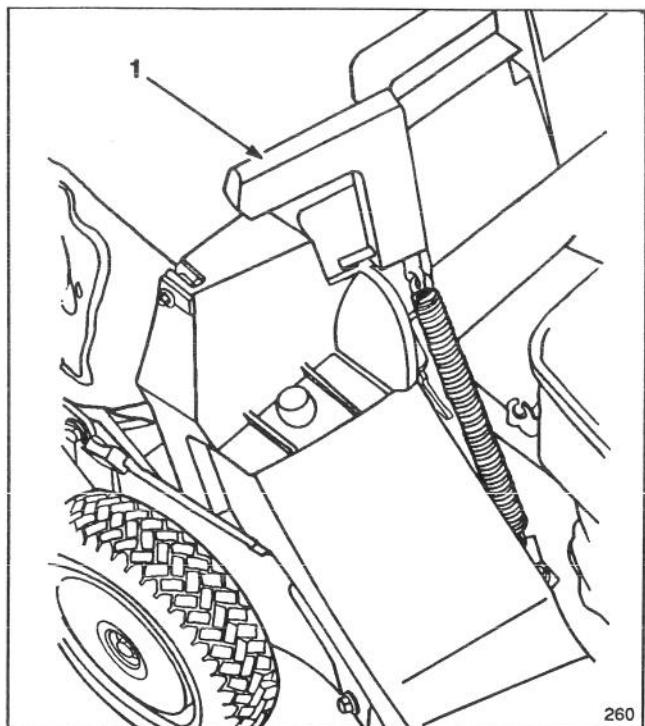

Abb. 13
4. Ziehen Sie den Griff der Auswurftür soweit nach vorne, bis der Stift aus der Sperrklinke rastet und bewegen Sie den Griff nach hinten, bis der Stift in die Sackeinkerbung einrastet (Abb. 13). Die Auswurftür im Mähergehäuse ist jetzt geöffnet.